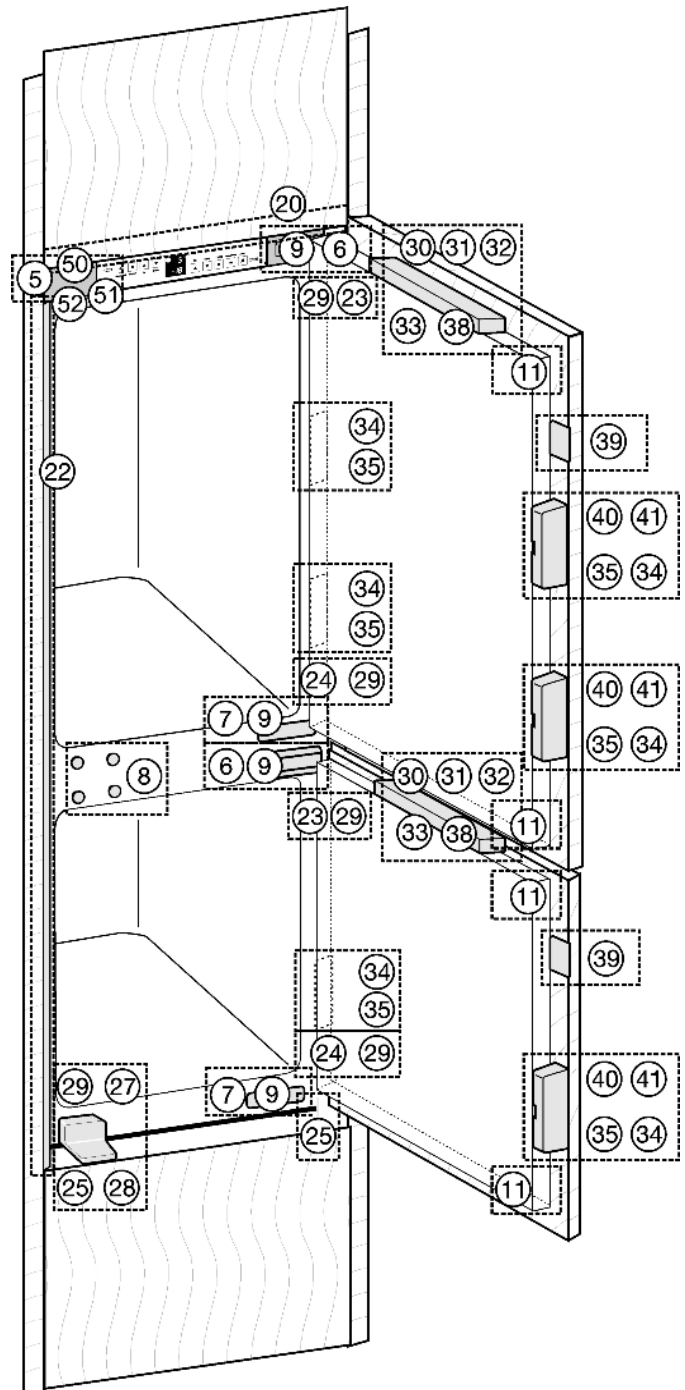
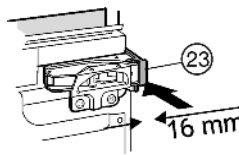

Fig. 10
Fig. 14
- ▶ Afdekkingen Fig. 10 (5,6,7) wegnemen.
- ▶ Afstandhouder Fig. 14 (23) op de bovenste en afstandhouder Fig. 10 (24) op de onderste scharnieren vastklikken.